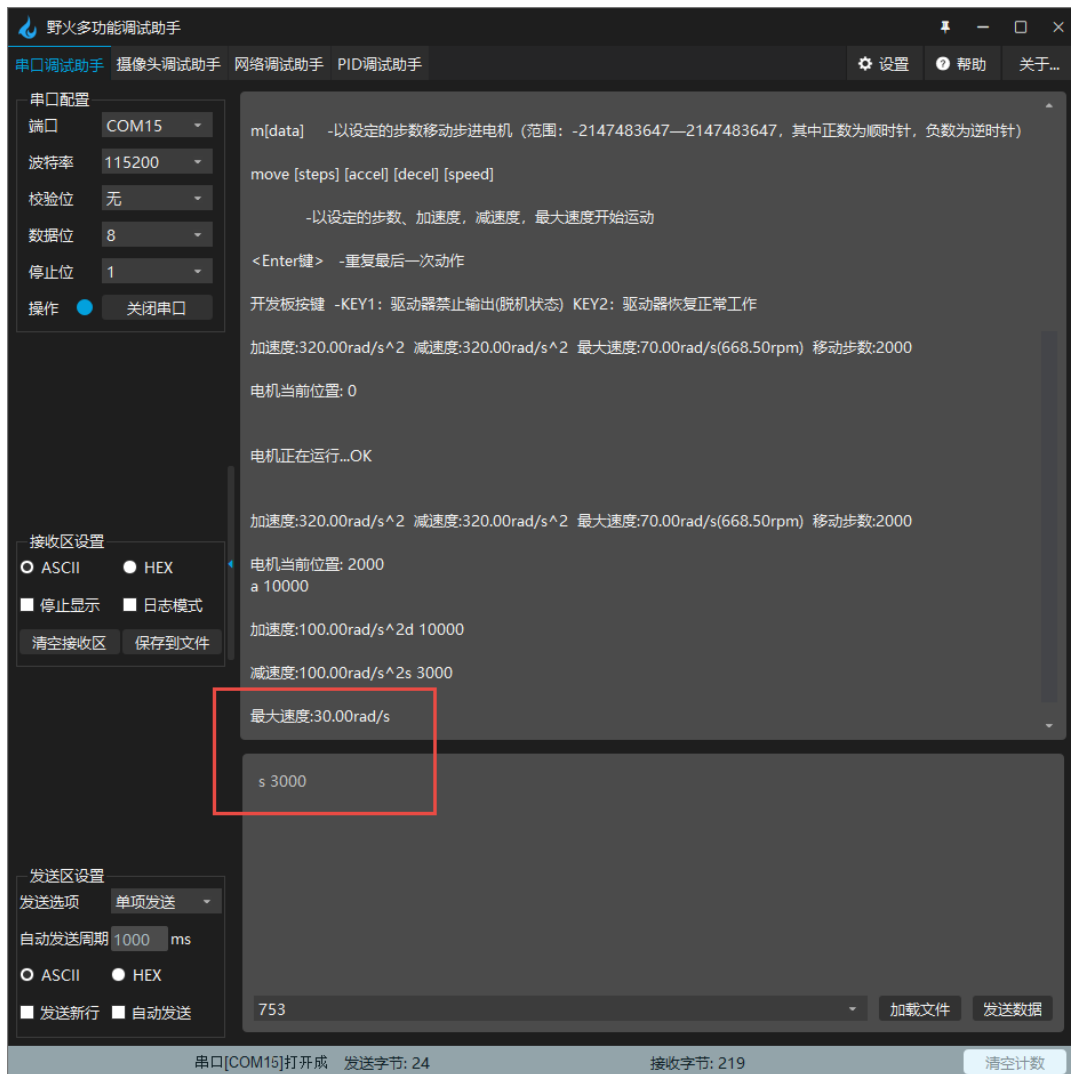

图 2-10 串口终端设置最大速度打印信息
- s: 设置最大速度，例如我们需要设置最大速度为  $30\text{rad/s}$ ，加速度的单位为  $0.01\text{rad/s}$ ，经过计算 s 的值应该为  $30/0.01=3000$ ，所以在串口中断输入栏下输入 “s 3000” +回车键然后按发送，开发板收到指令后，串口会打印对应的最大速度的值，见图 2-10。